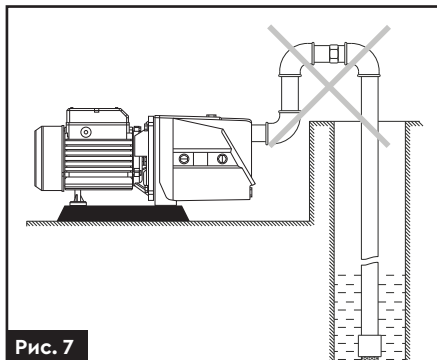

Рис. 7
- На вхідному трубопроводі має бути якомога менше вигинів для безперешкодного проходження води у вхідний отвір насоса (**рис. 7**).